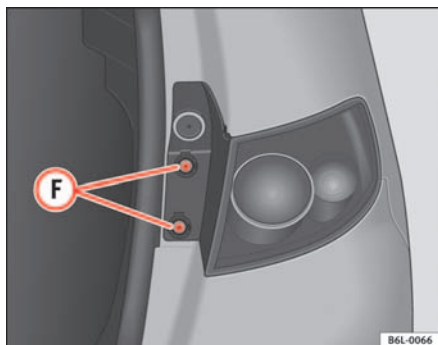

Abb. 157 Rücklicht an der Karosserie
- Die Schrauben **F** ⇒ Abb. 157 mit dem flachen Ende des Schraubenziehers lösen.